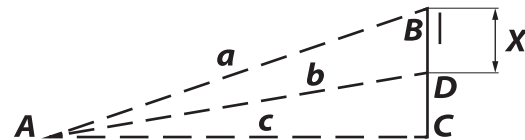

Рис. 5
3. В третьем варианте необходимо измерить длину «**X**», где «**X**» - сторона «**BD**» треугольника «**ABD**». (Рис. 5).